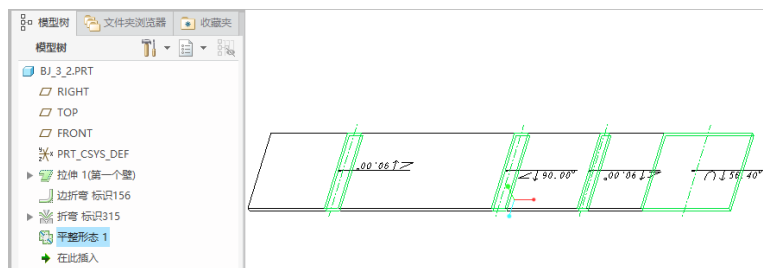

图 3-25 创建平整形态
(3) 在“平整形态”选项卡中单击 (完成) 按钮, 完成创建的平整形态如图 3-25 所示。